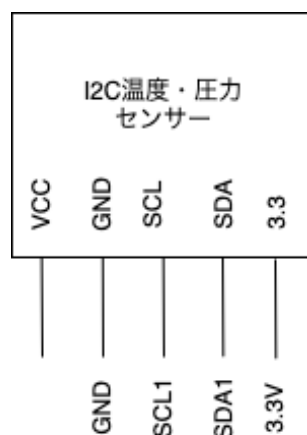

図 1 : I2C 温度・圧力センサーの回路図
- ② I2C 温度・圧力センサの回路を組む。回路図を図 1 に示す。